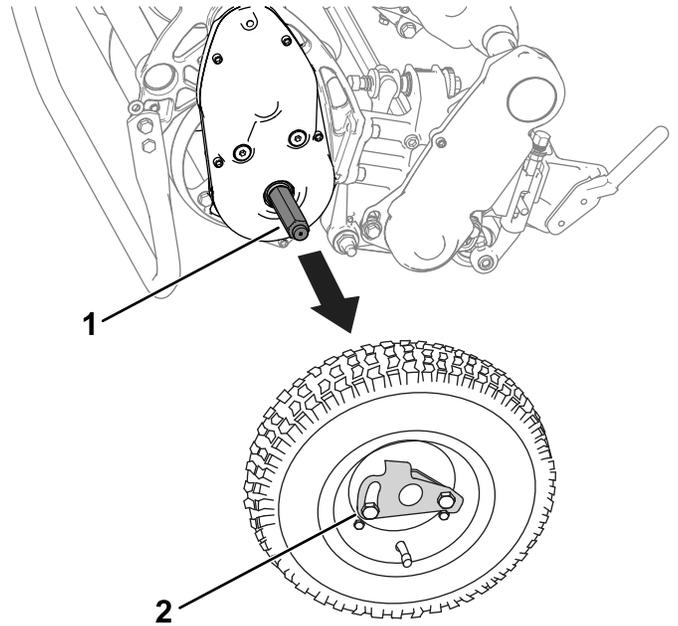

Figura 17
3. Retire las ruedas de transporte empujando los clips de bloqueo de las ruedas fuera de los ejes (Figura 17).